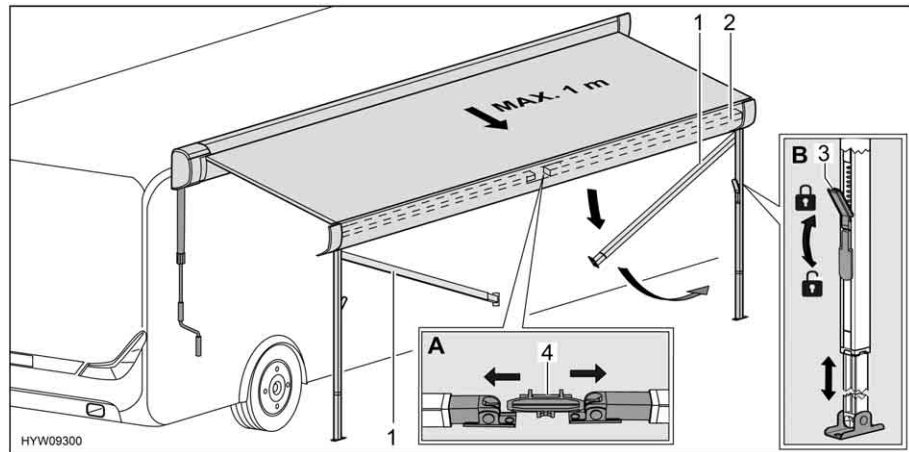

Fig. 12 Preparazione dei montanti di supporto
- Sbloccare i montanti di supporto (Fig. 12,1) dal supporto (Fig. 12,4) nel listello anteriore (Fig. 12,2). A tale scopo, premere leggermente verso l'esterno i montanti di supporto (Fig. 12,A).
- Allentare i bloccaggi (Fig. 12,3) dei montanti di supporto. A tale scopo, ripiegare la leva di serraggio verso il basso.
- Estrarre la parte inferiore dei montanti di supporto fino alla lunghezza desiderata (Fig. 12,B).
- Chiudere i bloccaggi (Fig. 12,3) dei montanti di supporto. A tale scopo, tirare verso l'alto la leva di serraggio.